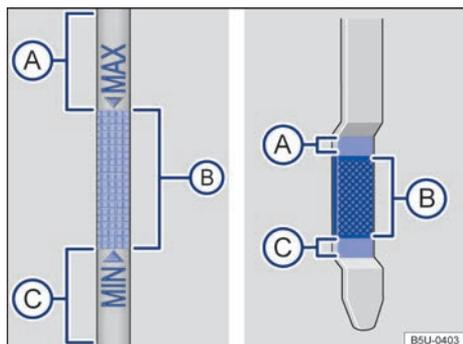
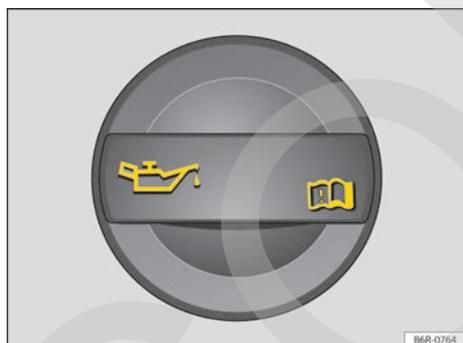

Fig. 169 Varilla de medición del aceite con marca de nivel de aceite del motor.
Fig. 170 En el compartimento del motor: tapón de la boca de llenado del aceite del motor.
4. Identifique la boca de llenado del aceite del motor y la varilla de medición del aceite. La boca de llenado del aceite del motor está identificada con el símbolo 🛢️ sobre la tapa → fig. 170 y la varilla de medición del aceite con la empuñadura de color. Si no está claro donde se encuentran la tapa y la varilla de medición de aceite, entrar en contacto con un Concesionario Volkswagen o una empresa especializada.
5. Retirar la varilla de medición del nivel de aceite del tubo guía y limpiarla con un paño limpio → ①.
7. Retirar nuevamente la varilla de medición del aceite y leer el nivel del aceite del motor en la varilla de medición → fig. 169 de la siguiente manera:
①: **no** debe agregar aceite → ①. Continuar con la etapa 15.
②: nivel de aceite correcto. Se puede agregar aceite (aproximadamente 0,5 l). Continuar con la etapa 8 o 15.
③: agregar **obligatoriamente** aceite recomendado manteniendo el nivel dentro de la zona ②. Continuar con la etapa 8.
9. Desenroscar la tapa de la boquilla de llenado de aceite del motor → fig. 170.
12. Vuelva a comprobar el nivel del aceite del motor en la varilla de medición antes de volver a agregar una pequeña cantidad de aceite del motor. Nunca recargar con aceite del motor en exceso → ①. ▶
- Una vez finalizado el proceso de la reposición de aceite, el nivel del aceite del motor debe estar, al menos, en el medio del nivel → fig. 169 (B), pero jamás por encima del nivel (A) → (D).
- No ponga el motor en marcha si el nivel de aceite del motor está por encima del nivel → fig. 169 (A). Buscar auxilio técnico especializado. De lo contrario, ¡pueden dañarse el catalizador y el motor!
El nivel del aceite del motor no debe sobrepasar de ninguna manera el nivel → fig. 169 (A). Con el nivel por encima de esta zona, el aceite puede ser aspirado por la ventilación del cárter, ser despedido a la atmósfera a través del sistema de escape. Además, el aceite puede quemarse en el interior del catalizador, dañándolo.
En caso de alta demanda del motor, el nivel del aceite del motor debe estar lo más cerca posible del nivel → fig. 169 (A) – sin sobrepasarse, como por ejemplo, en viajes largos en carreteras durante el verano o durante travesías de montañas.